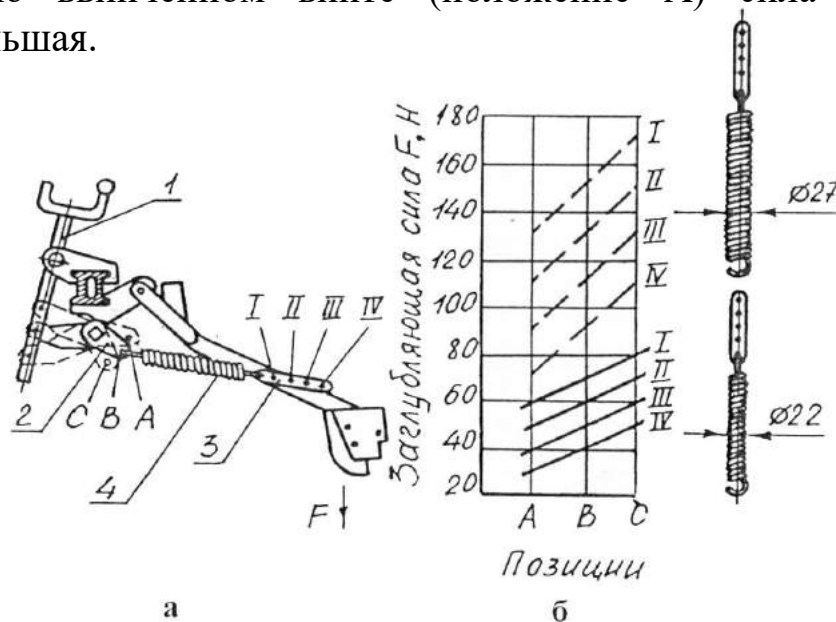

Рис. 18. Схема регулирования глубины сошников:
6.2.2. Сила  $F$  регулируется натяжением пружины 4 (рис. 18) путем перестановки планок 3 крепления их на крючке сошников (индивидуальная регулировка) или поворотом рычагов 2 с помощью винта 1 (групповая регулировка). При наибольшей длине планки (отверстие IV) и полностью ввинченном винте (положение А) сила давления сошников наименьшая.